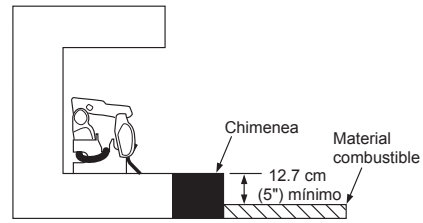

Figura 9 - Distancias mínimas para la chimenea sobre suelo combustible
- B. Cuando los materiales combustibles estén a menos de 35.5 cm (14") de distancia al interior de la chimenea, debe instalar el calentador por lo menos a 12.7 cm (5") arriba del suelo combustible (consulte la figura 9).